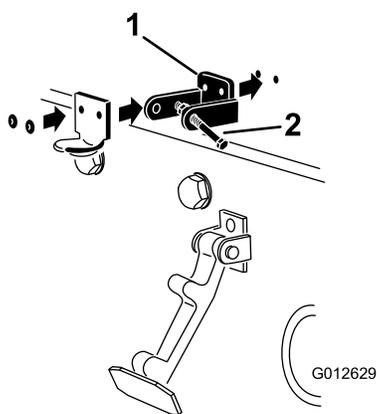

Figure 6
3. Alignez les trous de montage et positionnez le support du verrou CE et le support du verrou de capot sur le capot. Le support du verrou doit être appuyé contre le capot (Figure 6). Ne retirez pas le boulon et l'écrou du bras du support du verrou.
5. Rivez les supports et les rondelles sur le capot (Figure 6).